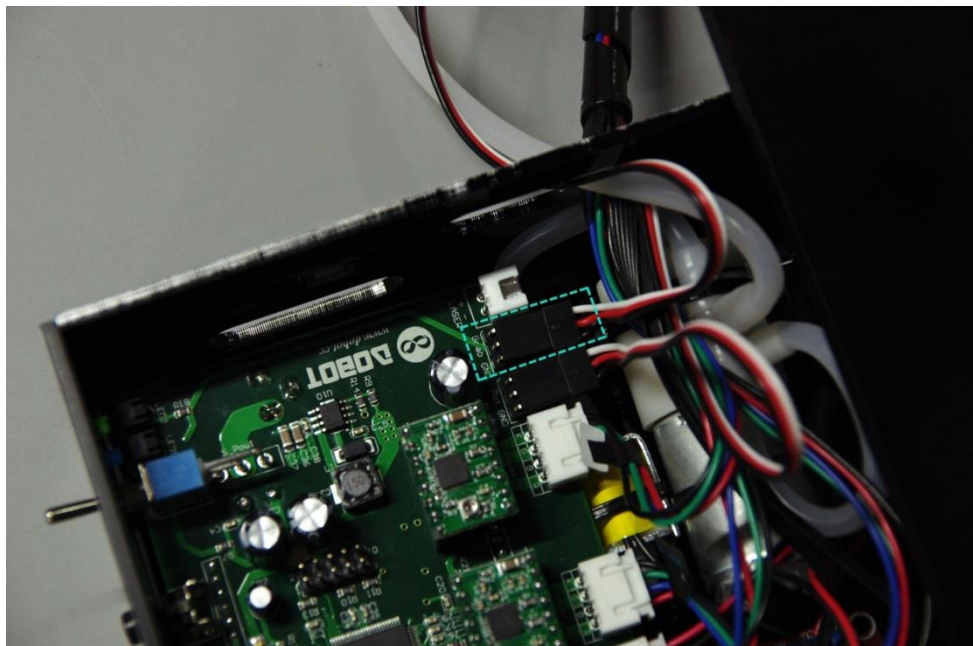

图 2.8 舵机电路板接线
4. 如图 2.8 所示，将舵机线接在电路板 Grab 处，在已接舵机 Rot 的旁边；